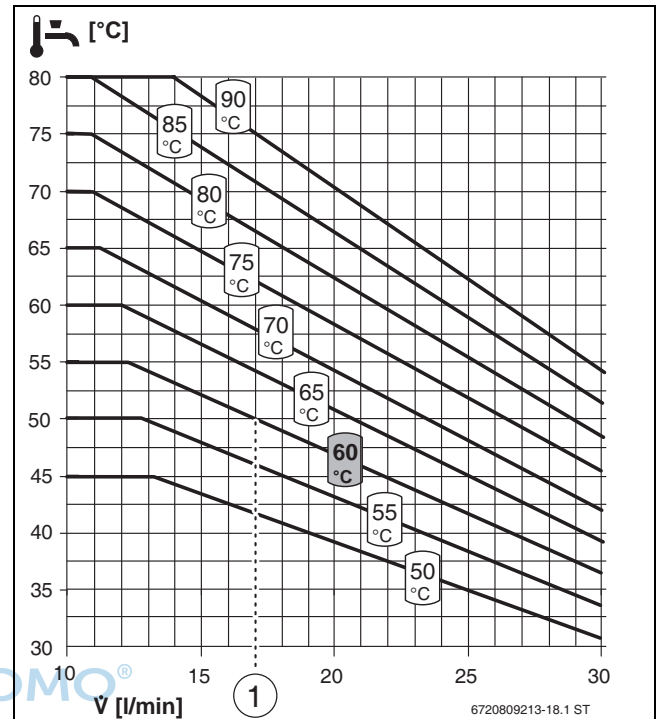

Bild 56 Temperaturverhalten FS/2
**Beispiel** (→ Bild 56 [1]): Um eine Warmwassertemperatur von 50 °C zu erreichen, ist bei einer Entnahme von 17 l/min eine Temperatur von 60 °C im Bereitschaftsteil ausreichend.